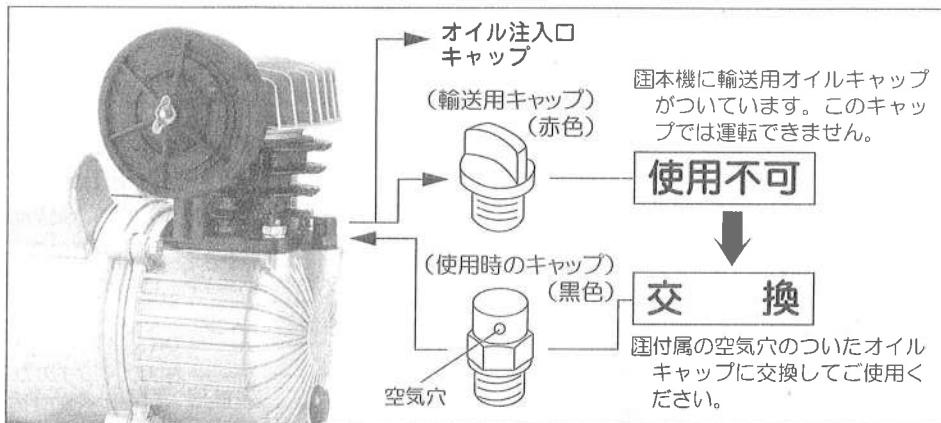

図2
■空気穴のないキャップのまま使用しますと正常な回転をしません。また、破損のおそれもあり、大変危険です。（図2参照）